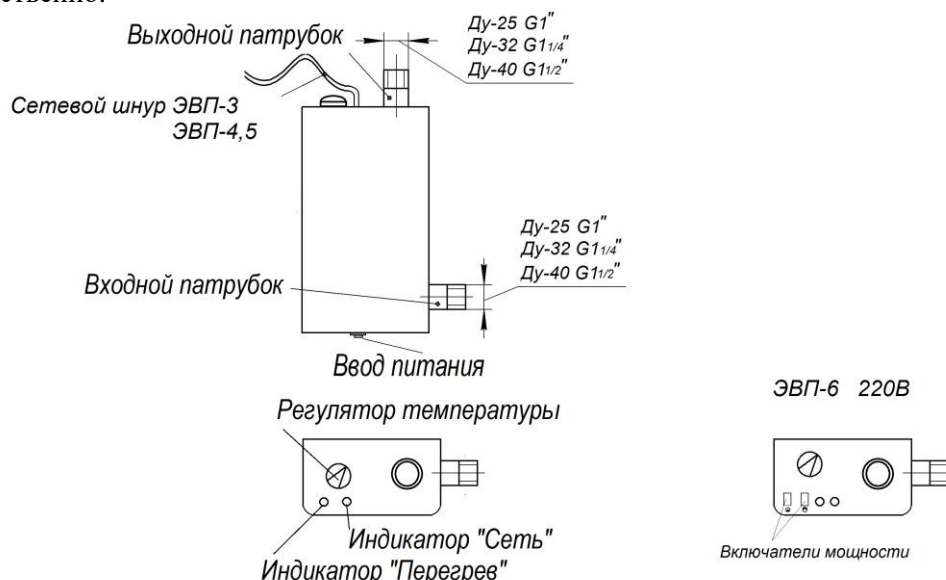
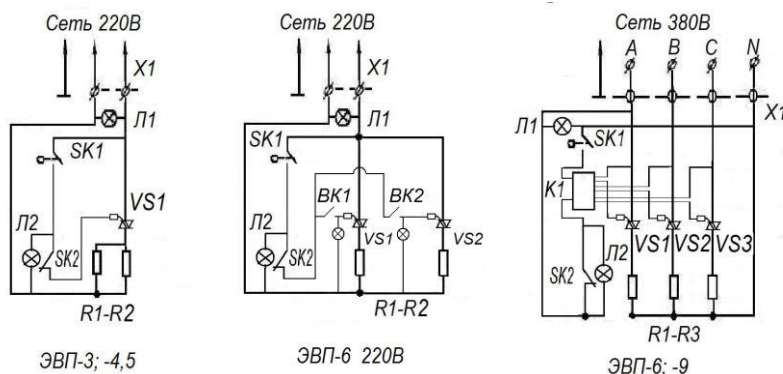

Рис.2
Рис.4
* При работе водонагревателей в 3х фазной сети (ЭВП-6 и более) для возможности регулирования мощности нагрева включением (отключением) 2ой и 3ей фаз, допускается подключение к электросети осуществлять через 1фазные автоматические выключатели соответствующей мощности. При этом, для сохранения работоспособности ЭВП, не допускается установка 1ф выключателя в 1ую фазу (фаза А, см. схему рис.4; 5).
Нижний входной и верхний выходной патрубки предназначены для присоединения водонагревателя к системе отопления. Размеры патрубков - Ду-25; Ду-32; Ду-40 с соответствующей трубной цилиндрической резьбой G 1"; G 1¼"; G 1½". На нижней части корпуса имеются отверстия для ввода кабеля и заземления (см. рис.2). Принципиальная электрическая схема см. рис.4